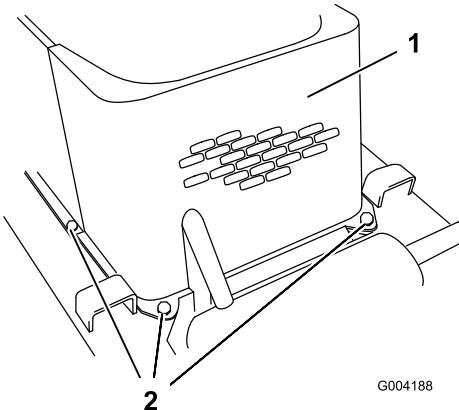

Figura 30
- Retire los 4 pernos que sujetan la rejilla delantera al bastidor de la unidad de tracción (Figura 30).